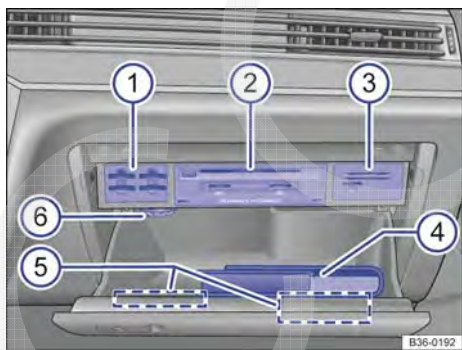

Fig. 212 Porta-luvas aberto.
Na parte superior da tampa do porta-objetos podem existir suportes para cartões de memória, para cartões de crédito e para moedas e um alojamento para porta-óculos → Fig. 212 ①, ③ e ⑤.
Legenda para Fig. 212: